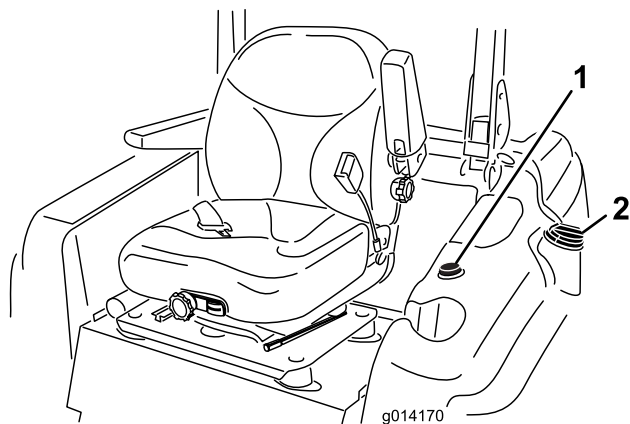

Figura 11
3. Limpe a zona em redor da tampa do depósito de combustível e retire a tampa (Figura 11).